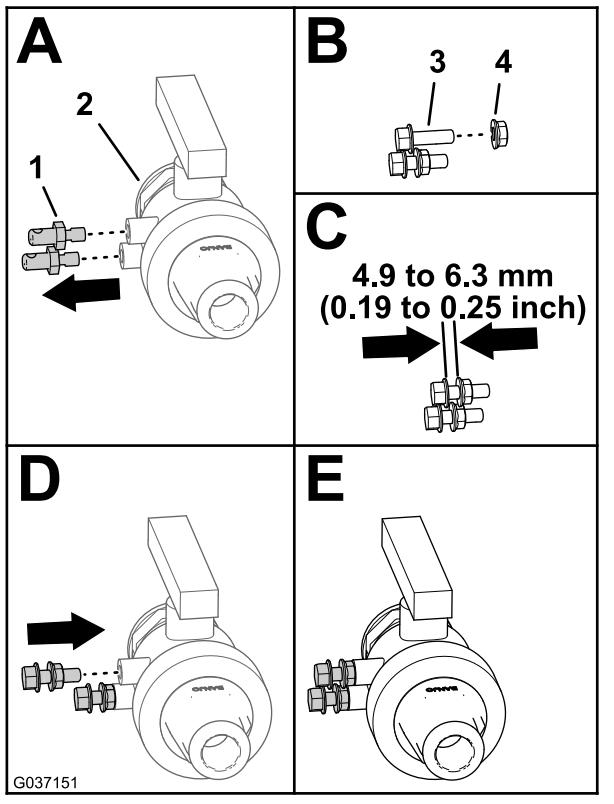

Figura 15
- Retire os dois pinos de montagem da válvula de drenagem (A de Figura 15).
- Enrosque as duas porcas de bloqueio flangeadas (5/16 pol.) nos dois parafusos de cabeça flangeada (5/16 pol. x 1 pol.) como se mostra em (B e C de Figura 15)..
- Monte as porcas de bloqueio flangeadas e parafusos de cabeça flangeada na válvula de drenagem e aperte-os com uma chave (D e E de Figura 15).